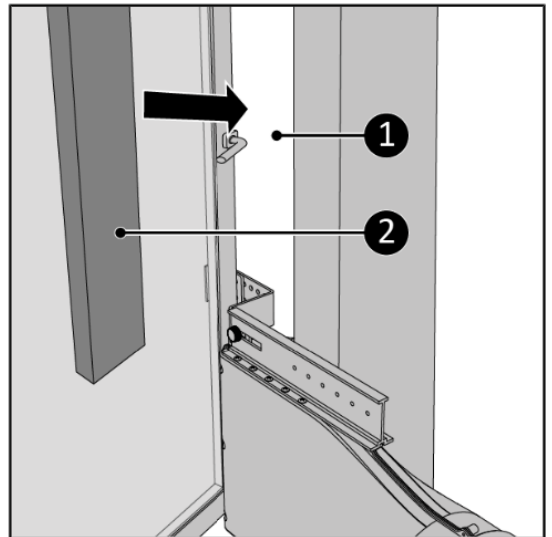

Figura 31.
16. Umpleți spațiile deschise (Figura 31, articolul 1) cu spuma izolatoare furnizată (Figura 31, articolul 2), sau tăiați spuma dacă este necesar.